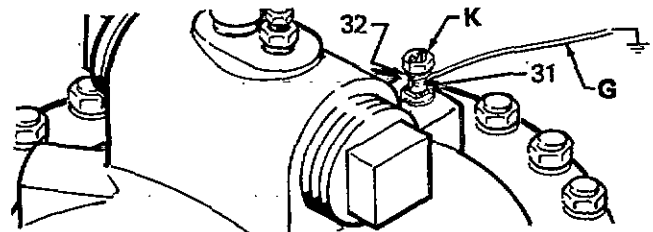

Fig 1
1. **Pumpen:** Använd en jordlina med klammer som visas i fig 1.
För att jorda tanken, lossa jordskruvens låsmutter (K) och bricka. Anslut ena änden på 1,5 mm2 jordledning (G) i spåret och dra åt låsmuttern ordentligt. Se fig 1. Anslut den andra änden på jordledningen med hjälp av en klammer till riktig jord. Se TILLBEHÖR för jordledning och klammer.